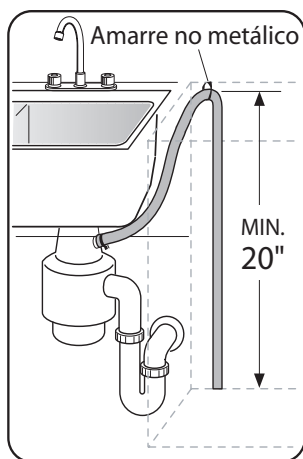

Figura 25
- 2 Directamente a la conexión de desagüe de la lavavajillas con una trituradora de alimentos, como se muestra en la **Figura 25**.